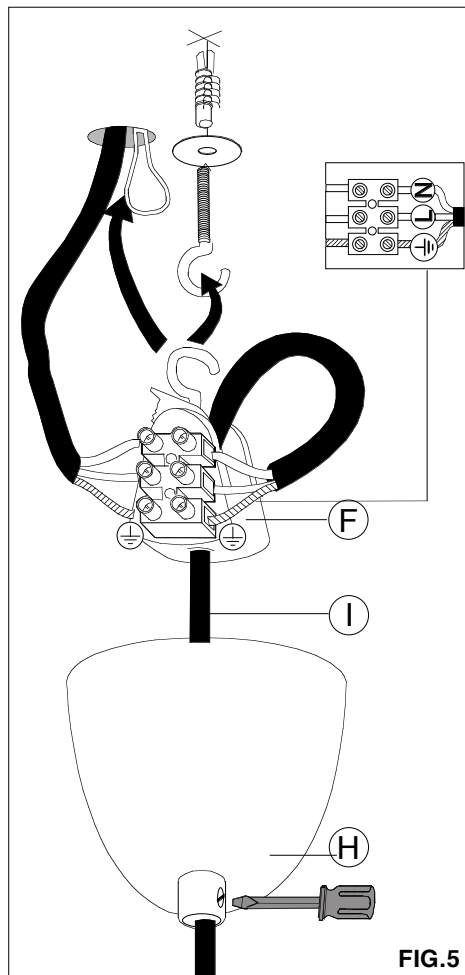

FIG. 5
- Appendere l'attacco **F** al gancio a soffitto (o applicarne uno adeguato). **FIG. 5**
- Alzare il rosone **H** e bloccarlo con l'apposita vite. **FIG. 5**
- Hang the connection **F** to the hook placed in the ceiling (or connect a proper one). **FIG. 5**
- Assemble the rosette **H** and block this with the ring. **FIG. 5**
- Suspender l'attaque **F** au crochet de plafond (ou mettre en oeuvre un approprié). **FIG. 5**
- Remplacer la rosace **H** et la fixer avec la virole. **FIG. 5**
- Die Kupplung **F** zu den Haken in der Decke. **FIG. 5**
- Die Deckenrosette **H** montieren und mit der Zwinge befestigen. **FIG. 5**